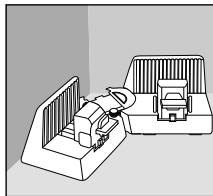

Abb. 4
- ◆ Legen Sie das Produkt in oder um ein Ecke, um einen Innen- oder Außenwinkel zu messen. Die beweglichen Arme **1** müssen plan zur Wand anliegen (siehe Abb. 4).